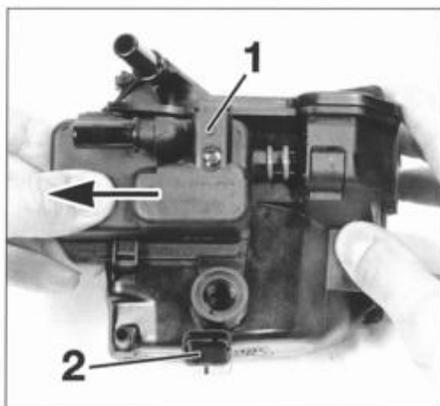

FIG. 40
• Desmontar el calefactor de combustible (1) y el detector de presencia de agua (2) (según equipo) si el filtro de gasoil debe ser cambiado (fig. 40).